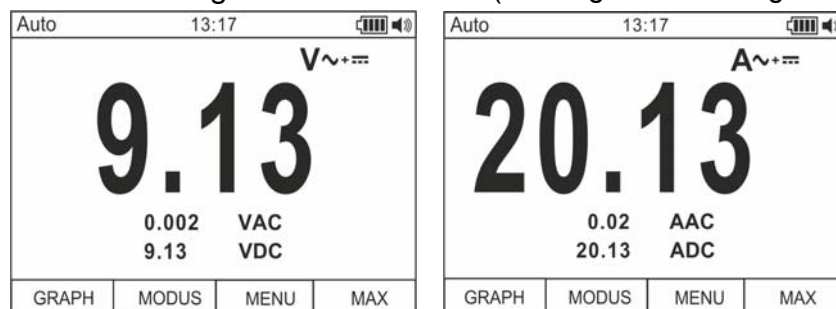

Abb. 3: Messwertanzeige der AC+DC Spannung und Strom Messung
2. Drücken Sie die **F2** Taste Wählen Sie Modus " $V_{\sim} + \text{---}$ " oder " $A_{\sim} + \text{---}$ " (siehe Abb. 3)